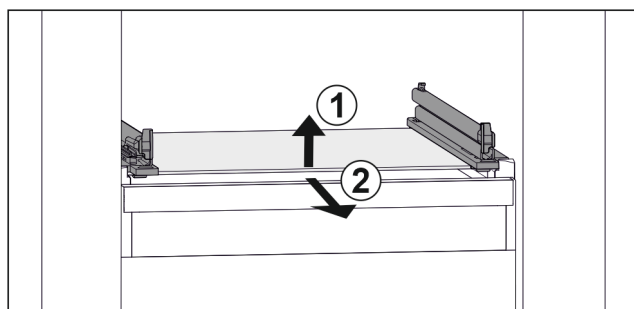

Fig. 71 Rappresentazione esemplificativa del ripiano in vetro
- ▶ Sollevare il ripiano in vetro dal davanti. Fig. 71 (1)
- ▶ Rimuovere il ripiano in vetro tirando in avanti. Fig. 71 (2)